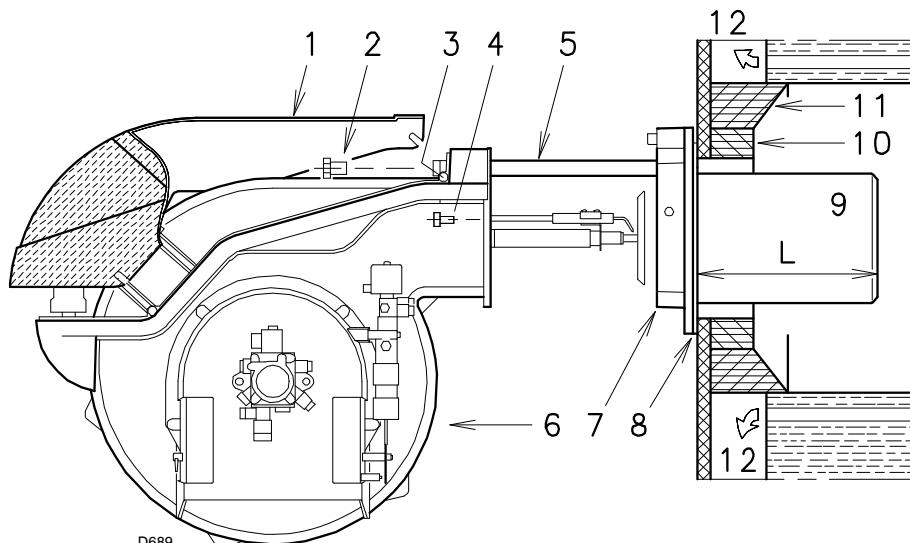

Fig. 7
- desserrer les 4 vis 3)(Fig. 7) et retirer le coffret 1);
Pour les chaudières dont la partie frontale est refroidie par eau, le revêtement réfractaire 10) -11) (Fig. 7), n'est pas nécessaire, sauf indication expresse du constructeur de la chaudière.
- Une fois cette opération effectuée, fixer la bride 7)(Fig. 7) à la plaque de la chaudière en installant le joint 8) fourni de série.
- Ouvrir le brûleur sur les guides comme indiqué (Fig. 7 à la page 12).